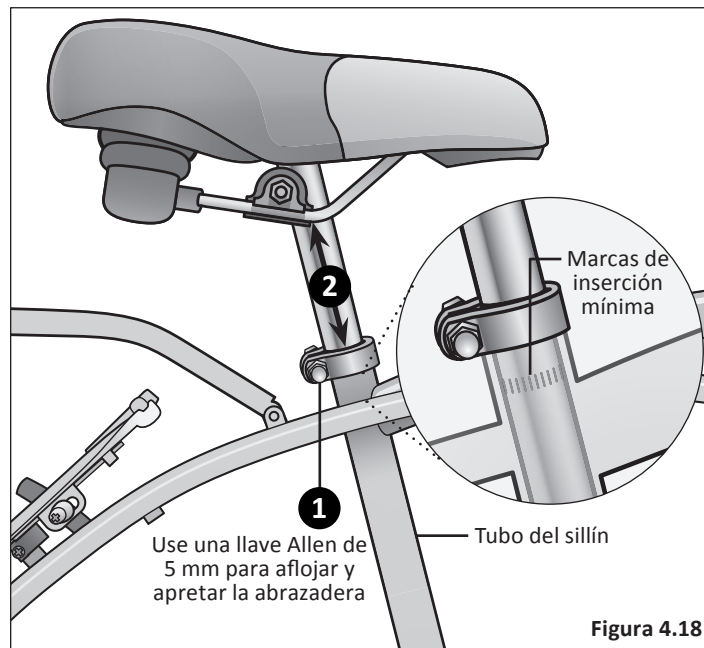

Figura 4.18
- 1 Usando una llave Allen de 5 mm, afloje el perno de la abrazadera del sillín. **Figura 4.18**